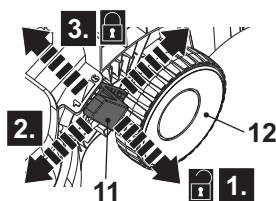

Fig. 11
1. Tire de la palanca (11) hacia la rueda trasera (12) (Fig. 11, paso 1).
2. Mover hacia adelante o hacia atrás para ajustar la altura de corte (Fig. 11, paso 2).
3. Suelte la palanca (11) y asegúrese de que ha encajado correctamente en la ranura (Fig. 11, paso 3)